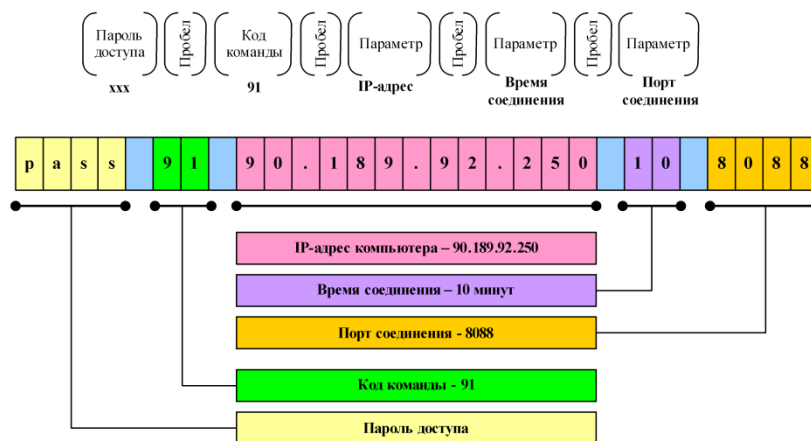

Рис. 5.11. Формат SMS-команды для установки GPRS-соединения с контроллером
2. Отправьте контроллеру SMS-команду в формате, представленном на рис. 5.11. Пароль доступа не требуется, если используется авторизация по номеру телефона. В качестве IP-адреса необходимо указать IP-адрес компьютера, на котором установлена программа *Конфигуратор Приват*. Указываемый TCP/IP-порт должен быть открыт для подключения (не заблокирован межсетевым экраном, антивирусным ПО и т. д.).